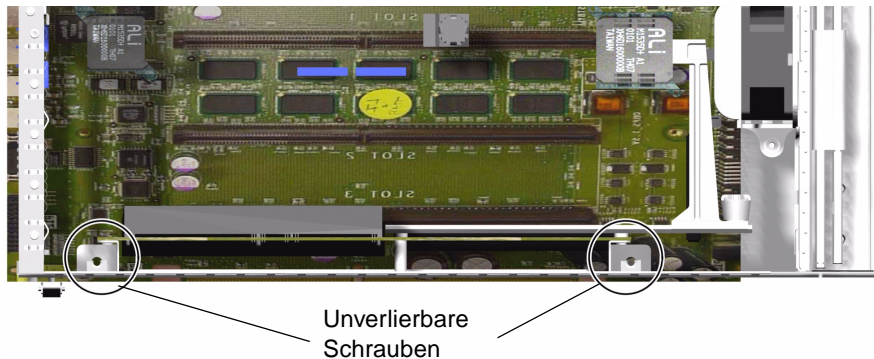

ABBILDUNG 1-27 Lage der Schrauben der PCI-Riser-Karte
4. Lösen Sie die zwei Halteschrauben, die die PCI-Riser-Karte mit der Systemplatine verbinden. Informationen dazu finden Sie in **ABBILDUNG 1-27**.